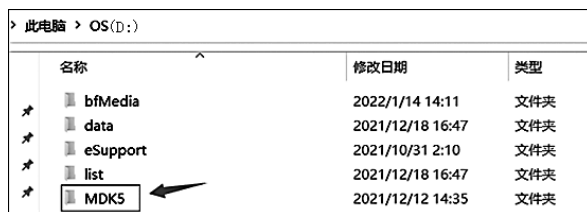

图 3-9 文件夹命名为 MDK5
- (1) 在 D:(或 C:)盘创建一个文件夹,命名为 MDK5,如图 3-9 所示。